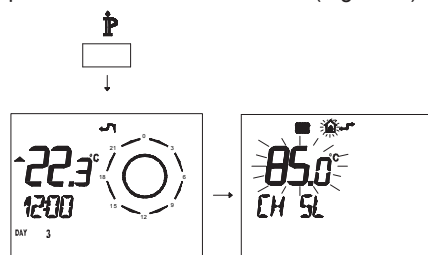

Fig. 5.45
- Premere per più di 3 secondi il pulsante P per entrare in modalità *INFO* (Fig. 5.45).